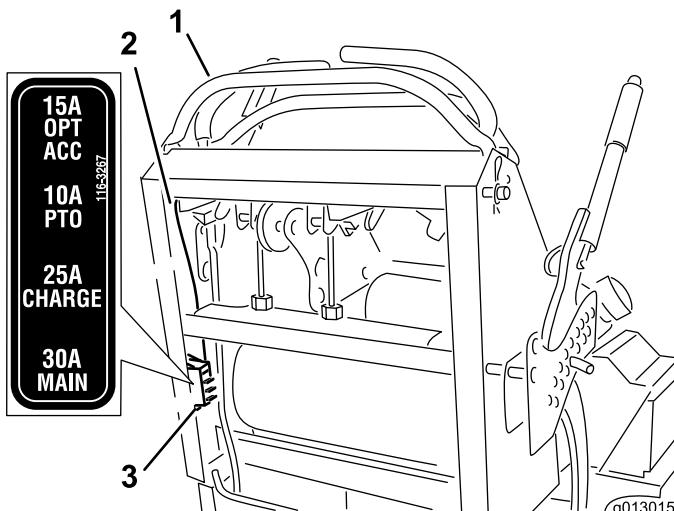

Figura 53
- Tire hacia fuera del fusible para retirarlo y cambiarlo (Figura 53).